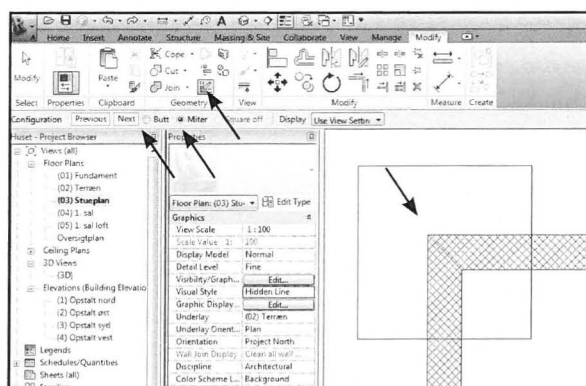

Fig. 06.09. Vælg mellem forskellige hjørnesamlinger.
- Vælg mellem de forskellige samlingstyper i *Modify panelet* (Fig. 06.09). og klik på Next for at skifte imellem mulighederne.